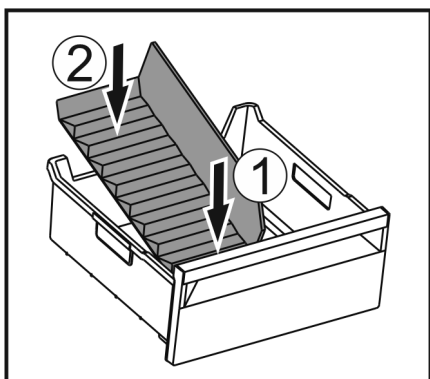

Fig. 115
- ▶ Umetnite prednji dio pregrade ladice za led. Fig. 115 (1)
- ▶ Spustite stražnji dio pregrade ladice za led do dna ladice. Fig. 115 (2)